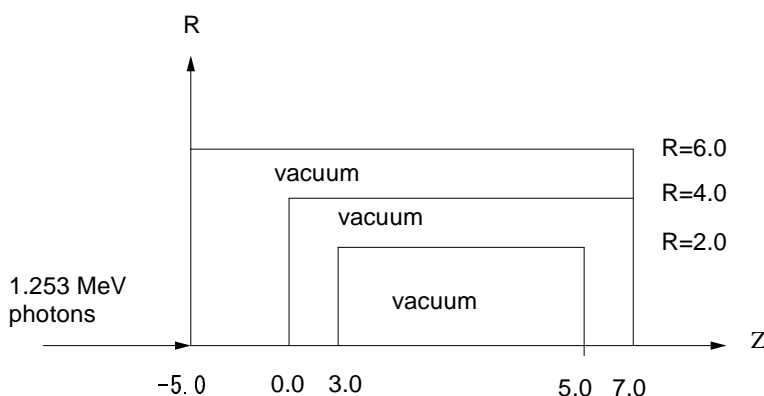

Figure 1: Geometry of `ucsource.f`
形状としては、Fig. 1 に示すように `cg` を用いた円筒形状である。各種の線源のテストを行うことを目的としているので、物質は全て真空 (0) に設定している。単一エネルギー (1.253MeV) の光子が、Z-軸上-5cm の位置からビーム状に入力するように設定されている。